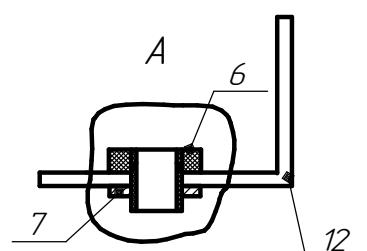

Рисунок 5
6.4 Закрепить узел подвеса на корпус с помощью гайки поз.6 и гайки заземляющей поз.7 как показано на рисунке Рис.5.